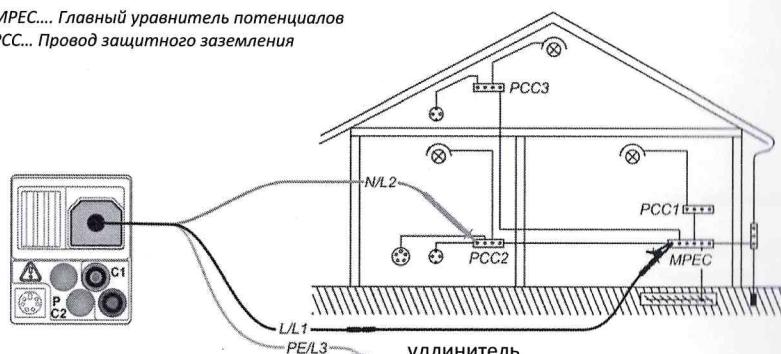

Рисунок 5.12: Подключение 3-х проводного тестового кабеля плюс дополнительного удлинительного кабеля
- **Подключите** испытательные выводы к соответствующей проводке защитного заземления PE (см. Рисунок 5.12: Подключение 3-х проводного тестового кабеля плюс дополнительного удлинительного кабеля ).